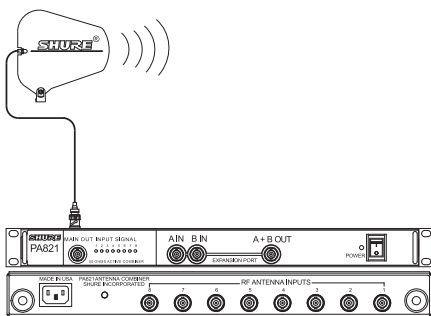

FIGURE 1
2. Brancher une antenne à la **SORTIE PRINCIPALE** du PA821. Pour les applications à large bande, utiliser l'antenne directionnelle PA805 (Figure 1).
REMARQUE: Lorsque le PA821 est allumé, les indicateurs de signal d'entrée (1-8) sur le panneau avant s'allument si un émetteur actif est connecté à la entrée correspondante (1-8) sur le panneau arrière (Figure 1).